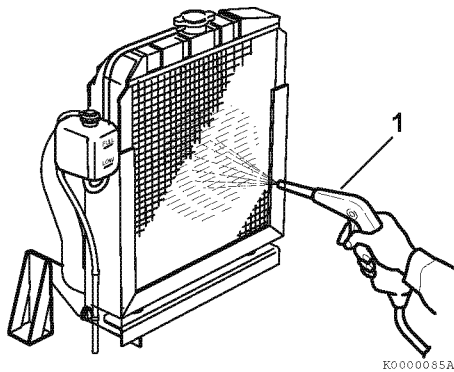

Рисунок 9
Учтите, что типовой радиатор на **Рисунок 9** показан только в пояснительных целях.
- Сдувайте грязь и пыль с пластин радиатора сжатым воздухом (1, **Рисунок 9**) под давлением не более 28 фунт/кв.дюйм (0,19 МПа, 2 кгс/см²). Следите за тем, чтобы не повредить пластины сжатым воздухом.